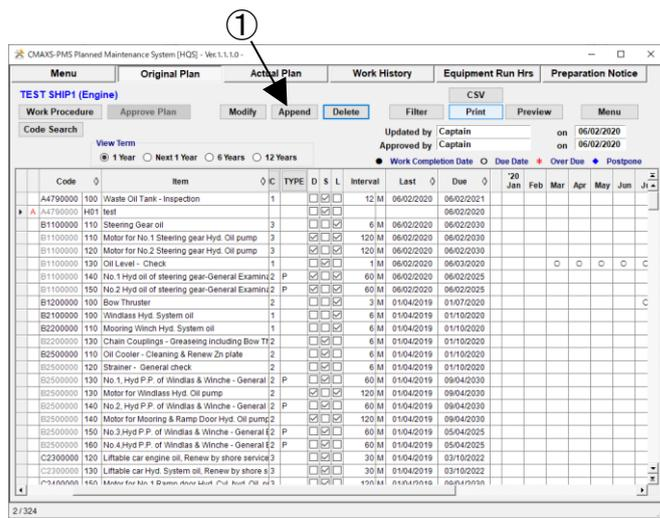

図 11-8 Original Plan 画面
- ① Head office job を追加する場合には”Original Plan 画面”(図 11-8)の[Append]ボタンを選択してください。